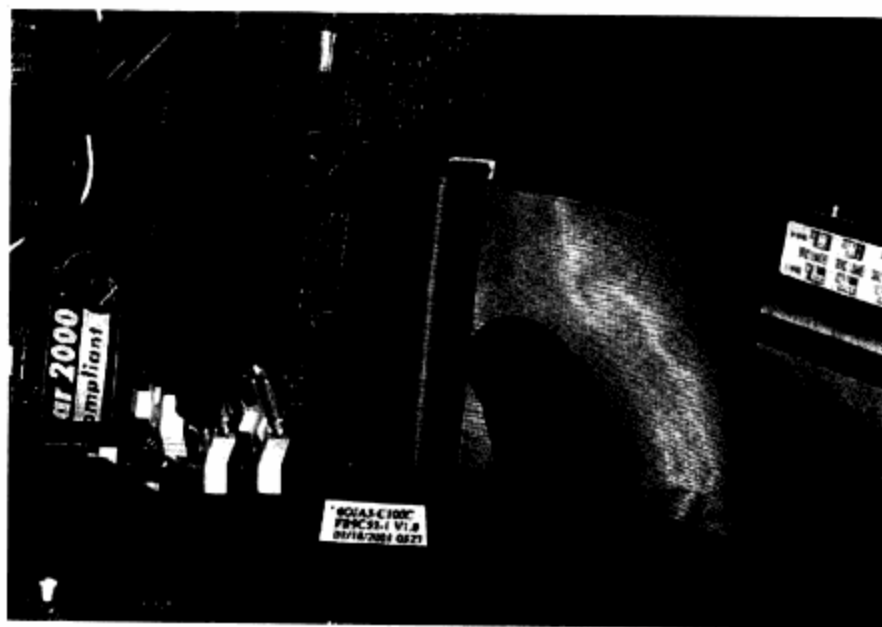

图4-14 连接数据线
**步骤 03** 用IDE数据线另一端的接口连接主板上的IDE2接口，如图4-14所示。